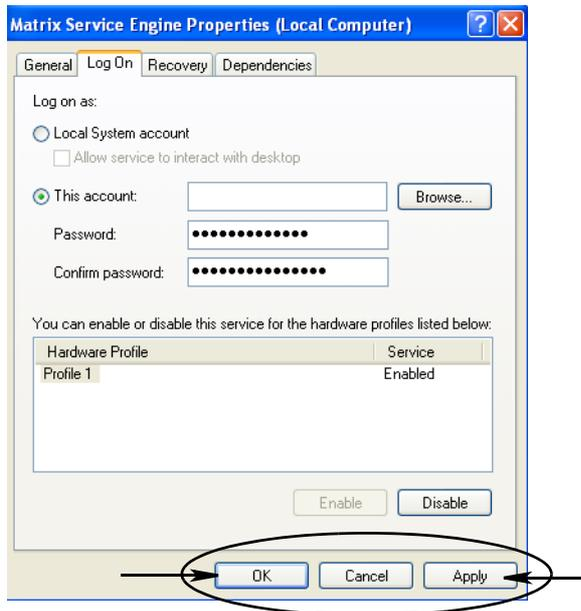

ABB. 60
- Wenn der Computer den Benutzernamen nicht finden kann, wird die in ABB. 60 auf Seite 55 gezeigte Fehlermeldung angezeigt. Mit Schritt j weitermachen.
- i. Klicken Sie auf die Schaltfläche „Anwenden“, um die Änderungen zu übernehmen, und dann auf die Schaltfläche „OK“ (ABB. 60).